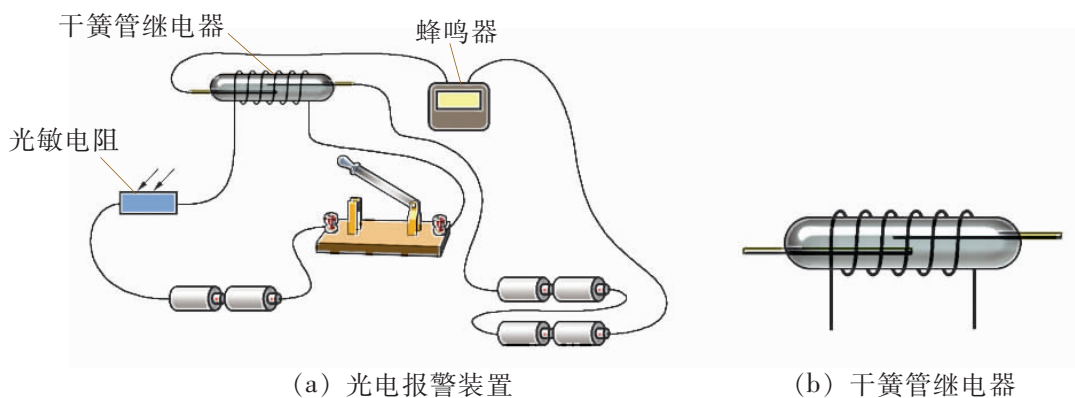

图 3-6
7. 把蜂鸣器、光敏电阻、干簧管继电器开关、电源按如图 3-6 (a) 所示的电路连接，制成光电报警器装置。当报警器有光照射时，蜂鸣器发声；当没有光照或者光照很弱时，蜂鸣器不发声。光敏电阻受光照后，阻值会变小。干簧管继电器开关由干簧管和绕在干簧
管外的线圈组成，如图 3-6 (b) 所示。当线圈中有一定的电流时，线圈产生的磁场使密封在干簧管内的两个铁质簧片磁化，两个簧片在磁力作用下，由原来的分离状态变成闭合状态；当线圈中没有电流或者电流很微弱时，磁场消失，簧片在弹力的作用下回复到分离状态。试说明光电报警器的工作原理。